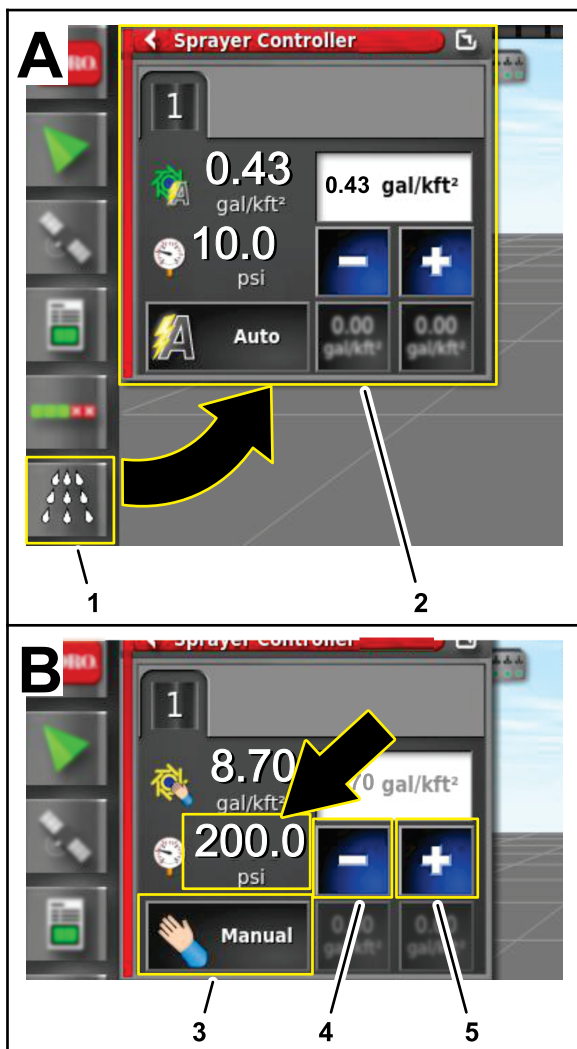

Рисунок 198
4. На управляющей консоли GeoLink нажмите значок SPRAY RATE CONTROLLER (КОНТРОЛЛЕР ИНТЕНСИВНОСТИ ОПРЫСКИВАНИЯ) (Рисунок 198).
5. В диалоговом окне контроллера интенсивности опрыскивания нажимайте значок RATE CONTROL MODE (РЕЖИМ УПРАВЛЕНИЯ ИНТЕНСИВНОСТЬЮ ОПРЫСКИВАНИЯ), пока не будет отображен ручной режим (Рисунок 198).
опрыскивания (Рисунок 198) на 13,75 бар (200 фунтов на кв. дюйм).